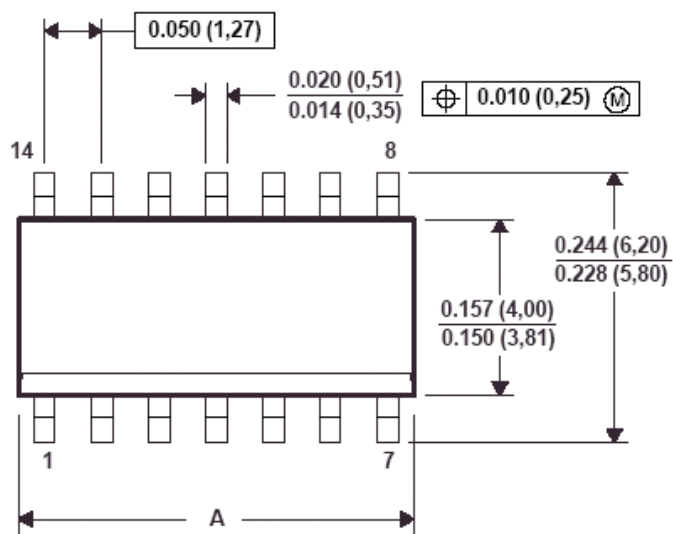

图 5-108 小尺寸封装实例
- 6. 制作如图 5-108 所示的元器件封装，该封装是一个标准的小尺寸封装（SOP），共 14 个引脚，尺寸单位为英制 in（括号中的尺寸为公制：mm）。